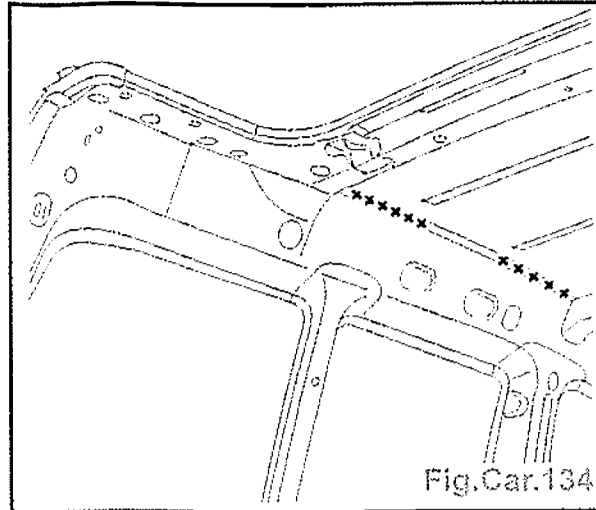

Fig.Car.134
- Découper par fraisage des points (découpage symétrique) (Fig.Car.134).